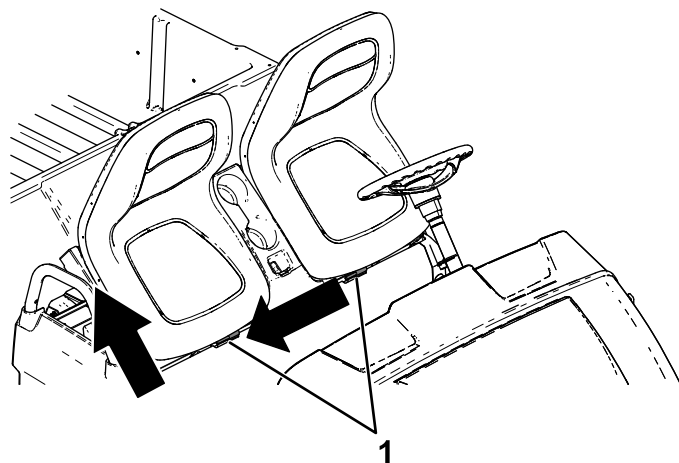

Figure 33
2. Faites coulisser l'ensemble sièges sur le côté pour le dégager des goupilles, et soulevez-le (Figure 33).